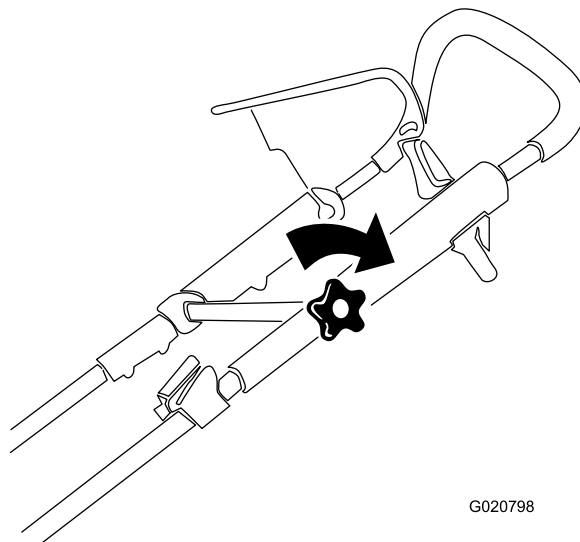

Рисунок 4
3. Переведите верхнюю рукоятку в требуемое положение и надежно затяните маховичок верхней рукоятки (Рисунок 4).